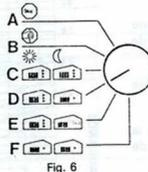

Fig. 6
Les régulations types A(F) 313(w) et AM(F) 313(w) sont dotés d'un sélecteur de programme (fig. 6) qui permet d'obtenir les fonctions suivantes :